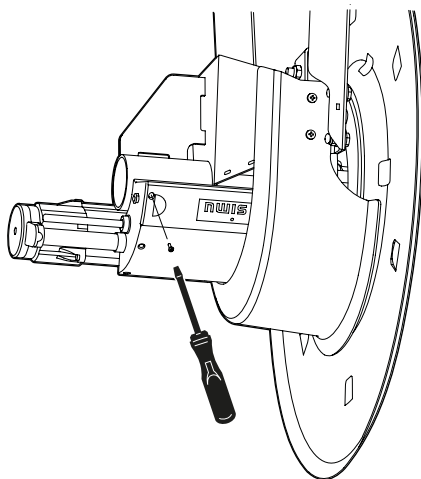

Fig. 12
1. Retire los tornillos y abra la trampilla, consulte la **Fig. 12**.